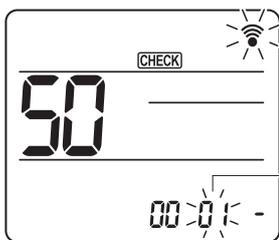

Fig. 6-18
③ Вибір режиму
Натисніть кнопку [DOWN] для вибору номера режиму ⑤. (Fig. 6-18)